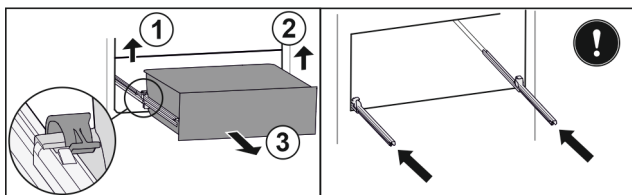

Fig. 117
- 提起左侧夹子，同时将抽屉左侧向前拉。 Fig. 117 (1)
- 提起右侧夹子，同时将抽屉右侧向前拉。 Fig. 117 (2)
- 朝前取出抽屉。 Fig. 117 (3)